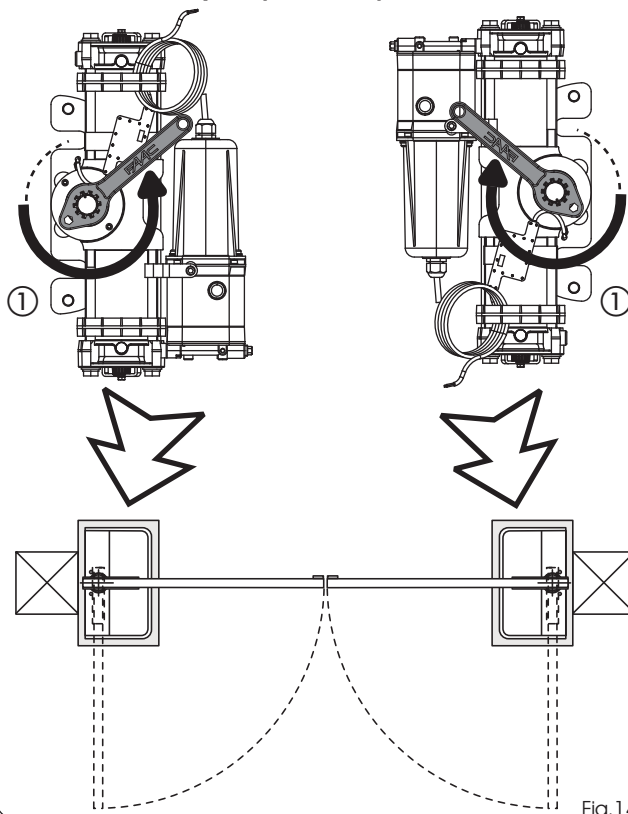

Fig.14
- 5) Gire el piñón del operador con la llave que se le suministra (Fig.14 ref.①), **hacia la dirección de cierre de la cancela**, hasta el bloqueo interno del pistón y quite la llave.